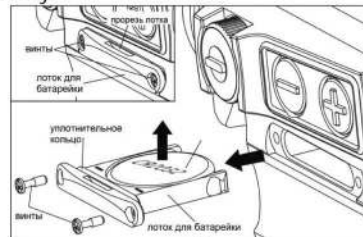

рис.2-1
- 1) Извлечение батарейки (см. Рис. 2-1):